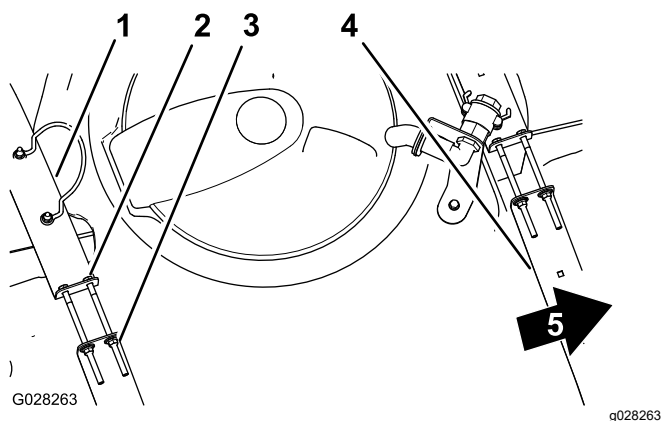

Figure 69
2. Vérifiez qu'il n'y a aucun jeu entre les sangles et la cuve (Figure 69).
3. Si les sangles de la cuve ne sont pas assez serrées, resserrez les contre-écrous à embase et les boulons en haut des sangles jusqu'à ce que ces dernières soient parfaitement en appui sur la surface de la cuve (Figure 69).